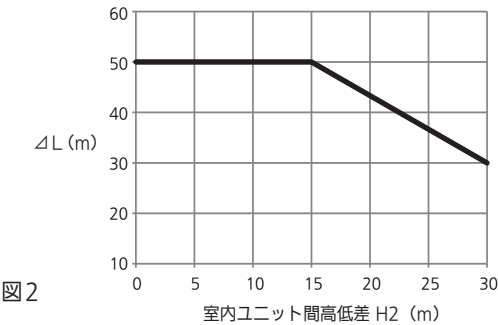

図2
- ・  $\Delta L$ の制限が変わります。下記の図2を参考にしてください。